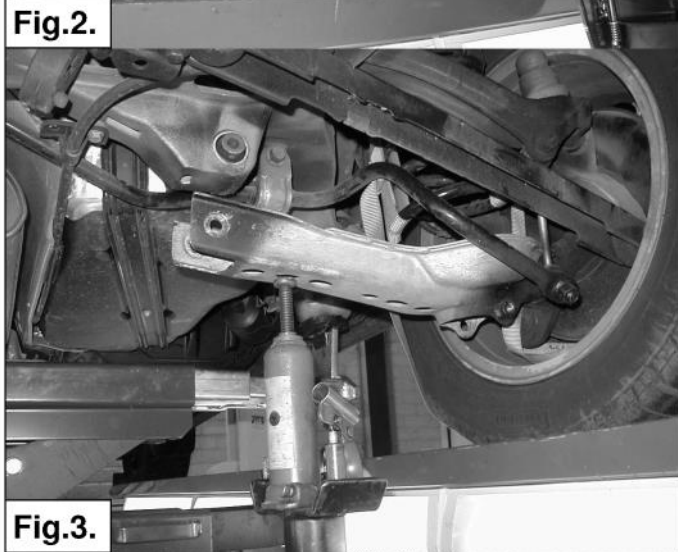

Fig.3.
4. Unterstützen Sie den Tragarm mit einem Wagenheber so daß der Bolzen des Tragarms und Hilfs-gestel entfernt werden kann. Achten Sie darauf daß der Wagenheber sicher steht weil der Tragarm ist unter Federspannung. Sehe fig. 3.